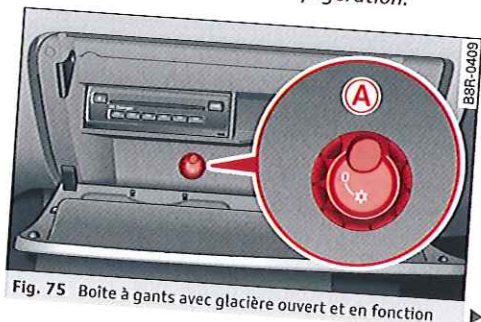

Fig. 75 Boîte à gants avec glacière ouvert et en fonction
- Pour activer le mode de réfrigération, tournez la commande rotative **A** dans le sens inverse des aiguilles d'une montre. Les symboles sur la commande rotative doivent apparaître comme sur la **fig. 75**.